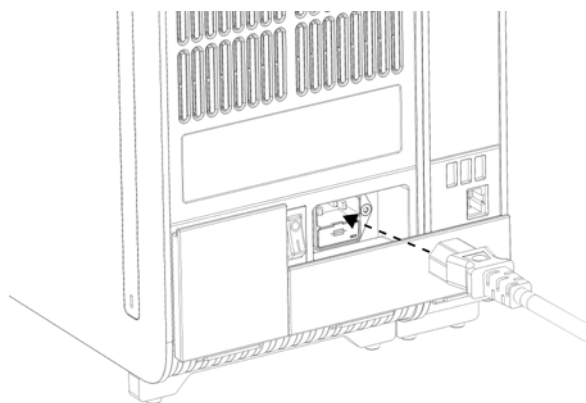

Figura 20. Collegamento del cavo di alimentazione.
8. Collegare il cavo di alimentazione fornito con il QIAstat-Dx Analyzer 1.0 sul retro del modulo analitico originale (Figura 20).